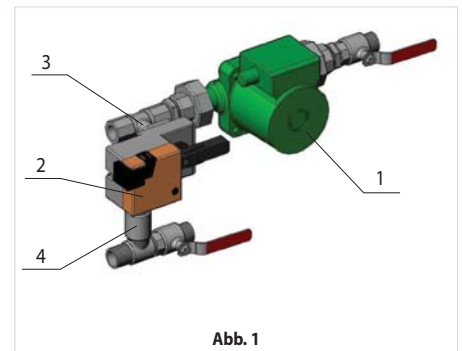

Abb. 1
Den Aufbau der hydraulischen Einheit USWK ist in der Abb. 1 dargestellt. Die Umwälzpumpe der hydraulischen Einheit (1) übernimmt den kontinuierlichen Umlauf des